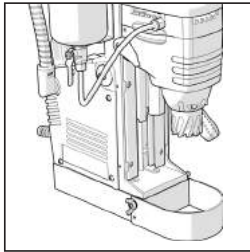

Abb. 2
- Befestigen Sie den Sicherheitschutz mit den mitgelieferten Befestigungsschrauben. (Abb. 2)